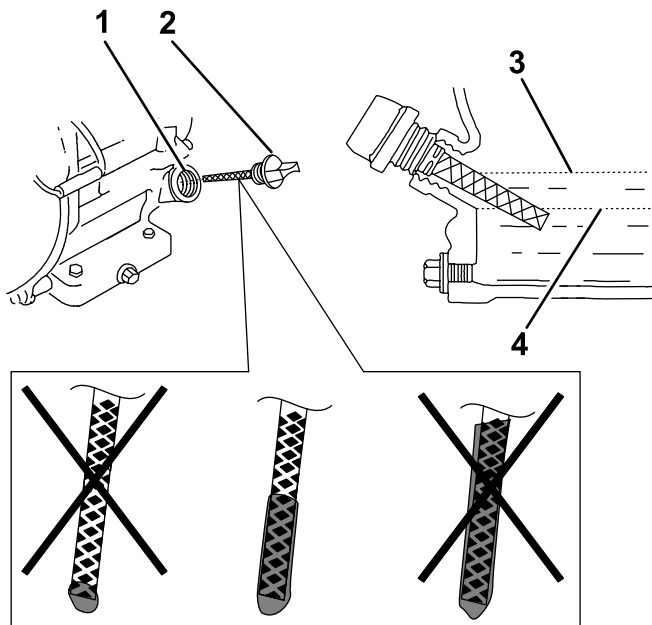

Figura 28
1. Remova a vareta de nível (Figura 28) e, com cuidado, adicione o óleo no bocal de enchimento até atingir a marca de nível máximo (borda inferior do bocal de enchimento) na vareta de nível.